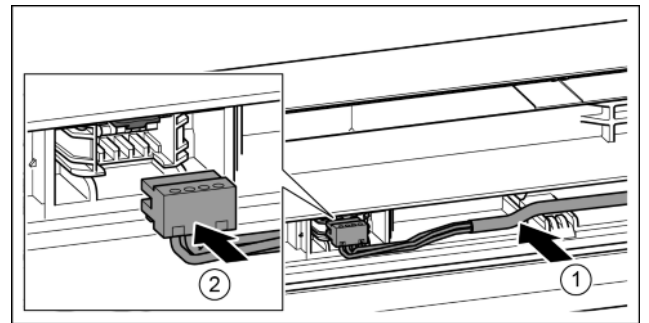

Fig. 43
- ▶ Inserire il cavo grigio nella guida nella porta superiore. *Fig. 43 (1)*
- ▶ Innestare la spina. *Fig. 43 (2)*